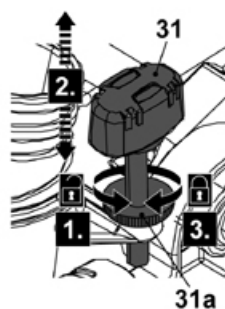

Fig. 11
- > Solte a porca de bloqueio (31a) (Fig. 11, passo 1).
- > Rode o medidor de profundidade de corte (31) no sentido horário para diminuir a profundidade de corte (por exemplo, para operações de corte sem passagem, como ranhurar/encaixar) (passo 2).
- > Rode o medidor de profundidade de corte (31) no sentido anti-horário para aumentar a profundidade de corte